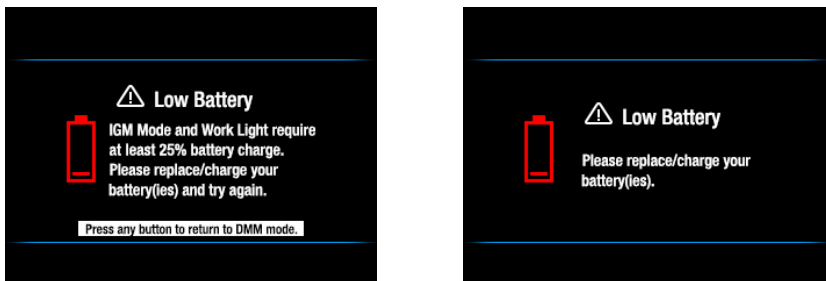

FIG. 5-1 Advarsler om lav batteritilstand
2. Hvis batteriindikatoren  viser, at batterispændingen er lav, hvis en af skærmene for lav batteritilstand vises (Fig. 5-1), eller hvis måleren ikke tændes, skal de tre (3) AA-batterier udskiftes. Se afsnit 13.2, Udskiftning af batteri. Hvis du bruger opladningssystemet Model TA04, skal du oplade det genopladelige batteri.